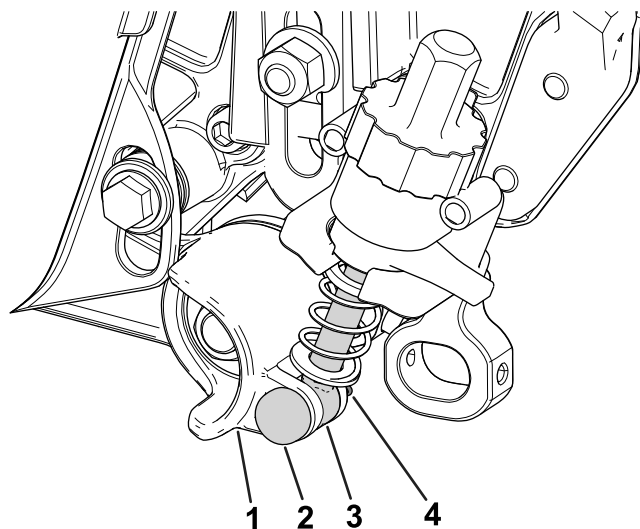

Bild 13
- Richten Sie die Einstellarm-Baugruppenstange neben dem Einstell-Stellring auf der Riemenscheibenbaugruppe aus und befestigen Sie sie mit dem Einstellstift und dem Splint am Stellring (Bild 13).